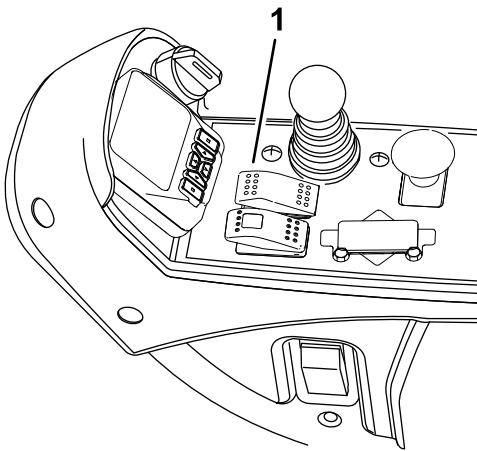
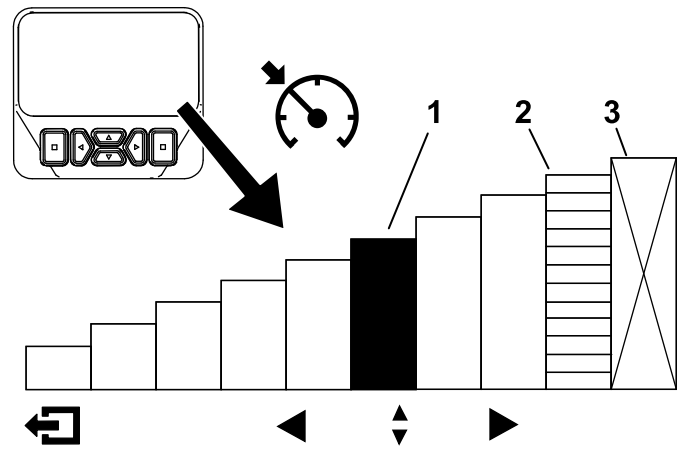

Figure 30
Figure 31
Après avoir activé la commande du régulateur de vitesse et programmé la vitesse (Figure 30), utilisez
l'InfoCenter pour régler la vitesse du régulateur de vitesse (Figure 30 et Figure 31).
1. Placez la commande du régulateur de vitesse en position activée sur la console (Figure 30).
2. Utilisez l'affichage de l'InfoCenter pour régler la vitesse du régulateur de vitesse (Figure 31).